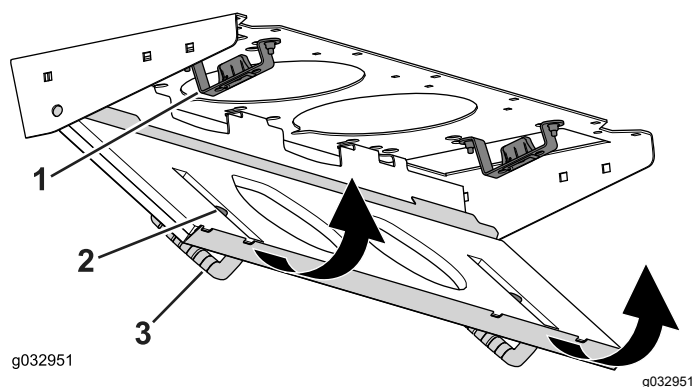

図 84
4. フィルタスクリーンを回転させてラッチをラッチ取り付けアセンブリにロックする 図 84。